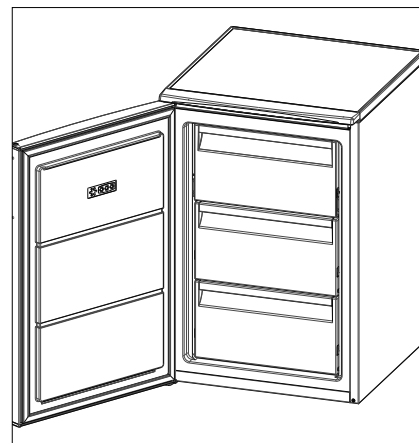

Fig. 14
Le sens d'ouverture de la porte du congélateur (4) est maintenant inversé (fig. 14).